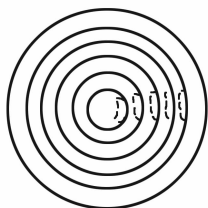

图 1-12 按圆周布置的钢筋下料长度计算简图
(2)按圆周布置,如图 1-12 所示。一般按比例方法先求出每根钢筋的圆直径,再乘以圆周率,所得的圆周长即为圆形钢筋的下料长度。